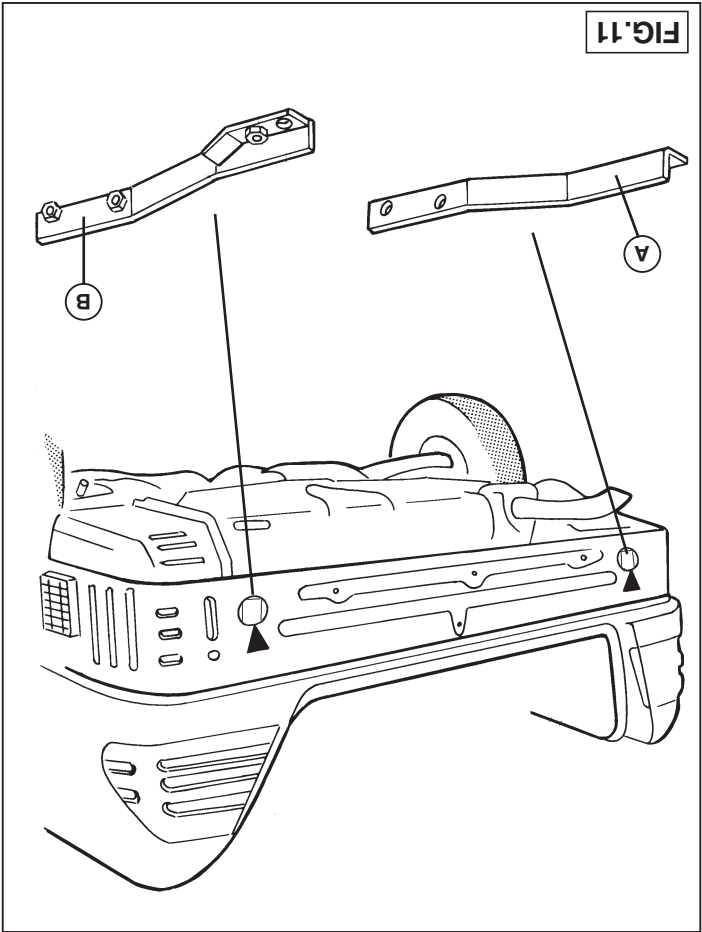

FIG.13
3. Plaats de trekhaak en bevestig deze t.p.v. de punten C d.m.v. twee bou- ten M12x40 (10.9) inclusief veer- en sluitringen. Bevestig t.p.v. de pun- ten D twee bouten M12x40 (10.9) inclusief veer-, sluitringen en moeren (10). Bevestig t.p.v. de punten E (fig.8) twee bouten M10x35 inclusief veer- en sluitringen (ø25x10.5x4). Bevestig t.p.v. de punten F (fig.13) twee bouten M10x35 inclusief veer- en sluitringen (ø25x10.5x4). Draai alle bouten overeenkomstig de tabel vast. Herplaats het hitte- schild en zet de uitlaat weer vast. Herplaats de bumper en leg de vloer- bedekking terug.
3. Place the tow bar and attach it at points C using two M12x40 bolts (10.9) including spring and flat washers. Attach two M12x40 bolts (10.9) including nuts (10), spring and flat washers at points D. Attach two M10x35 bolts including nuts, spring and flat washers (ø25x10.5x4) at points E (fig.8). Attach two M10x35 bolts including nuts, spring and flat washers (ø25x10.5x4) at points F (fig.13). Tighten all bolts according to the values shown in the table. Replace the heat shield and reattach the exhaust pipe. Replace the bumper and the boot floor covering.
3. Die Kupplungskugel mit Halterung anlegen und bei den Punkten C mit Hilfe von zwei M12x40-Schrauben (10.9) einschließlích Federhingen und Unterlegscheiben (10.9) einschließlích Federhingen und Unterlegscheiben (10.9) einschließlích Federhingen, Unterlegscheiben und Muttern (10) befestigen. Bei den Punkten E (Fig.8) zwei M10x35-Schrauben einschließlích Federhingen und Unterlegscheiben (025x10.5x4) befestigen. Bei den Punkten F (Fig.13) zwei M10x35-Schrauben einschließlích Federhingen und Unterlegscheiben (025x10.5x4) befestigen. Das Hitzeschild wieder anbringen und den Auspuff wieder befestigen. Die Stoßstange wieder anbringen und die Bodenmatten wieder zurücklegen.
3. Positionner l'attache-remorque et la fixer à l'emplacement des points C à l'aide de deux boulons M12x40 (10,9) y compris les rondelles grower et de blocage. Monter à l'emplacement des points D deux boulons M12x40 (10,9) y compris les rondelles de blocage, grower et les écrous (10). Monter à l'emplacement des points E (fig. 8) deux boulons M10x35 y compris les rondelles grower et de blocage (ø25x 10,5x4). Monter à l'emplacement des points F (fig. 13) deux boulons M10x35 y compris les rondelles grower et de blocage (ø25x10,5x4). Serrer tous les boulons et écrous conformément au tableau. Remettre en place le bouclier thermique et réaccrocher l'échappement. Remettre le pare-chocs en place et rabattre le tapis de sol.
3. Placera dragkroken och fäst denna på punkterna C med två skruvar M12x40 (10.9) inklusive fjäderbrickor och planbrickor. Fäst två skruvar M12x40 (10.9) inklusive fjäderbrickor, planbrickor och muttrar (10) på punkterna D. Fäst två skruvar M10x35 inklusive fjäder- och planbrickor (ø25x10.5x4) på punkterna E (fig.8). Fäst två skruvar M10x35 inklusive fjäder- och planbrickor (ø25x10.5x4) på punkterna F (fig.13). Momentdrag samtliga skruvar och muttrar enligt tabellen. Sätt tillbaka värmeskölden och återplacera avgasröret. Sätt stötfångaren åter på plats och vik tillbaka golv mattan.
3. Anbring anhängertækket og monter det i punkterne C med to bolte M12x40 (10.9) inkl. fjeder- og planskiver. Monter to bolte M12x40 (10.9) i punkterne D, inkl. fjeder- og planskiver samt møtrikker (10). Monter to bolte M10x35 i punkterne E (fig.8), inkl. fjeder- og planskiver (ø25x10.5x4). Monter to bolte M10x35 i punkterne F (fig.13), inkl. fjeder- og planskiver (ø25x10.5x4). Spænd alle bolte ifølge tabellen. Sæt varmeskjoldet på plads igen og spænd udstødningsrøret fast. Monter kofangeren og læg tæppeet på plads i bagagerummet.